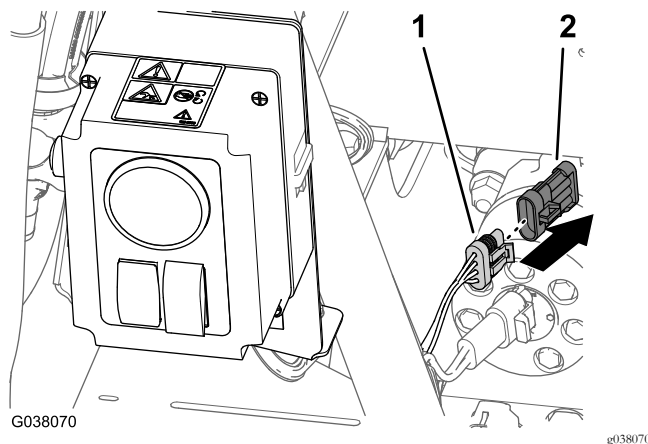

Рисунок 118
1. В задней части машины снимите заглушку с 4-гнездового соединителя заднего жгута проводов с маркировкой HOSE REEL (ШЛАНГОВЫЙ БАРАБАН) (Рисунок 118).